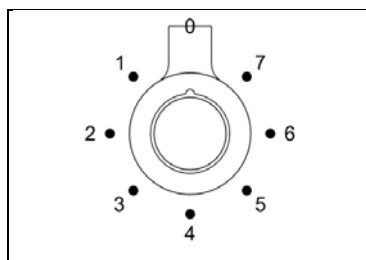

Fig 19
- Premere e ruotare la manopola (**Fig.19**) in senso antiorario sulla posizione selezionata.